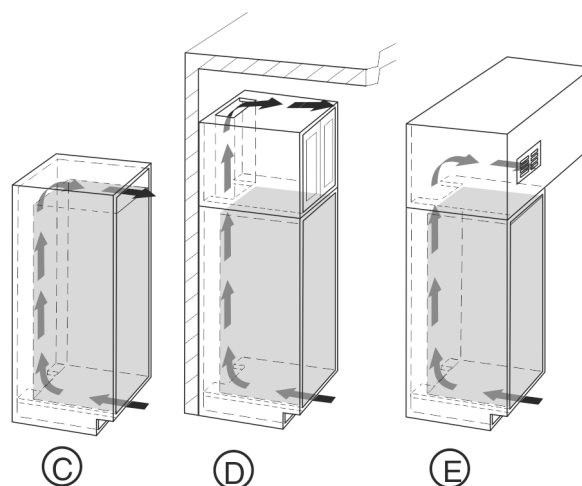

Fig. 4
- De bovenste ventilatieruimte kan direct boven het apparaat met een optioneel ventilatierooster Fig. 4 (C), in de buurt van het plafond boven het meubel Fig. 4 (D) of als luchtafvoeropening in een tussenplafond Fig. 4 (E) zijn uitgevoerd.